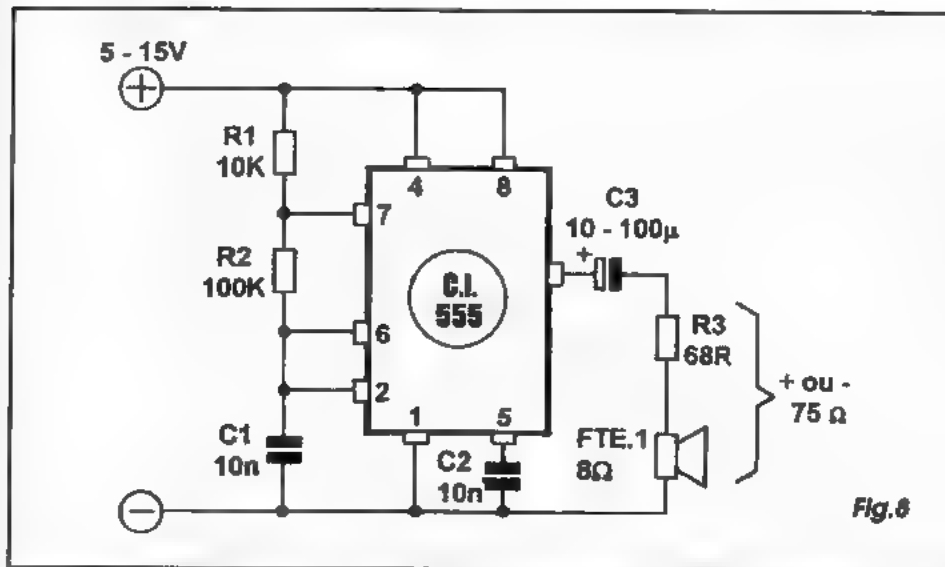
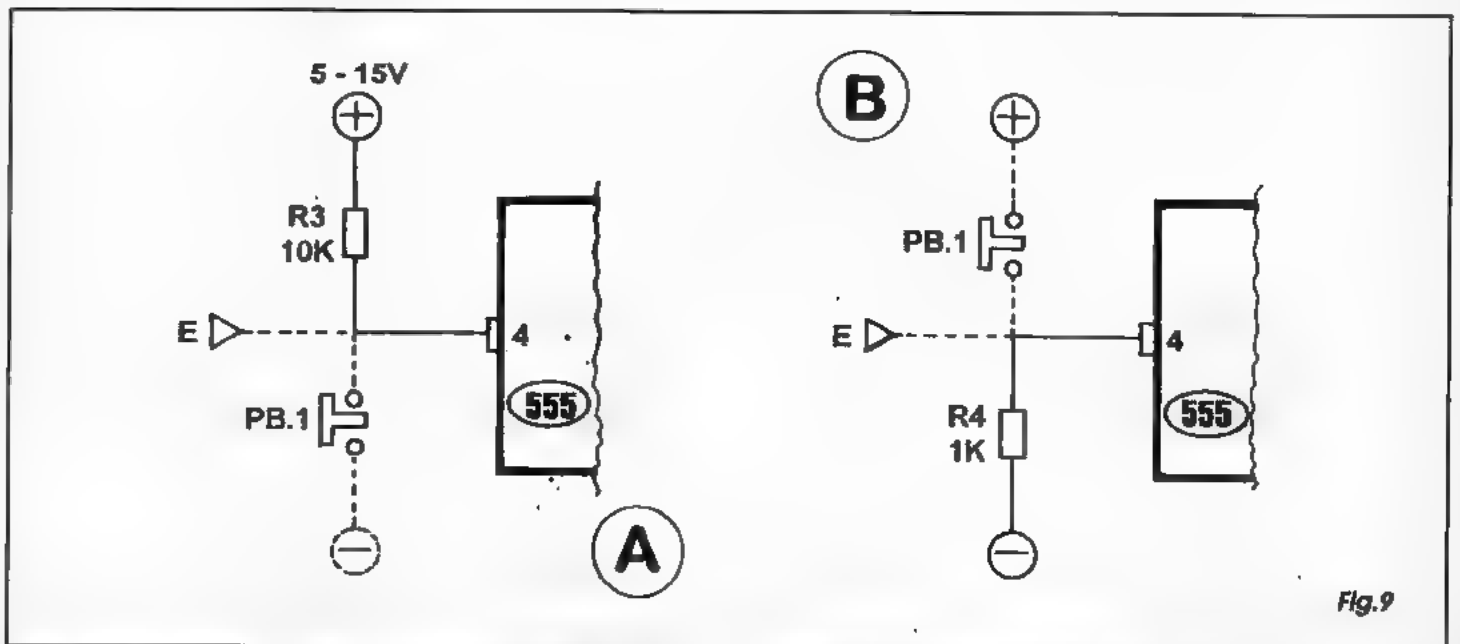
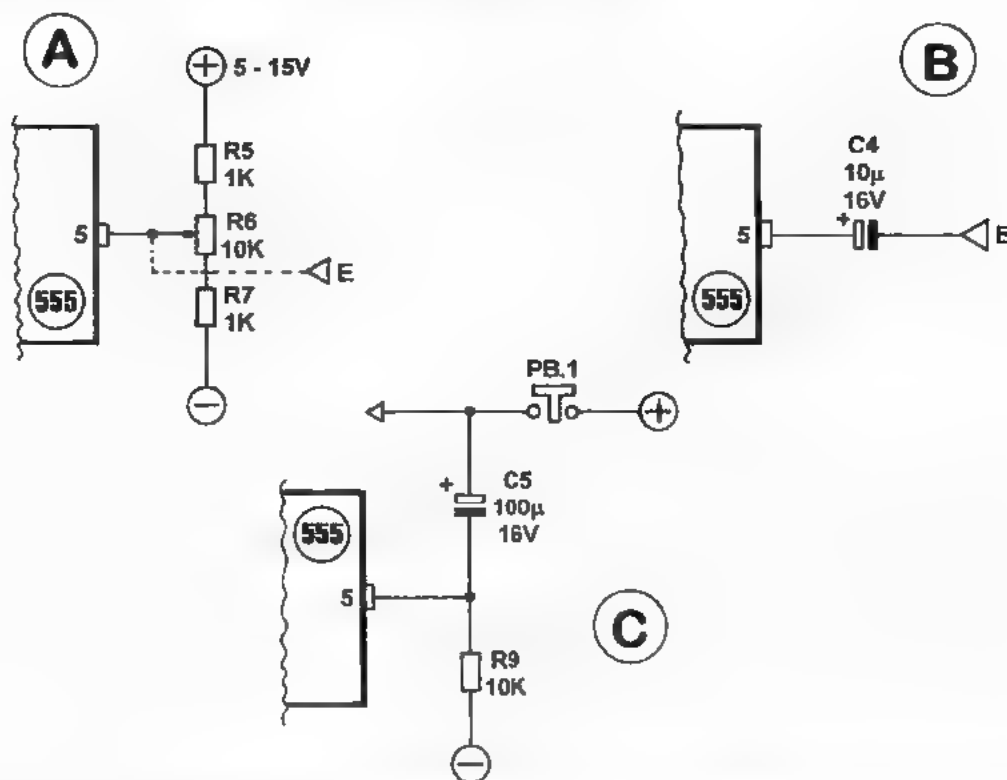

Fig. 8
Fig. 9
Fig. 10
- **FIG. 8** - Com a possibilidade de se aplicar integrados de baixo custo aos circuitos mais simples, a elaboração de geradores diretos de som, desde os mais elementares até os mais sofisticados ficou ao alcance do estudante e do hobbysta, num grau de facilidade nunca antes alcançado! As montagens resultam grandemente simplificadas, sintetizadas, reduzidas em componentes e ligações... Um circuito já *tradicional* no gênero é o mostrado, com um integrado 555 na sua função de *astável*... Detalhes técnicos e teóricos do circuito já foram vistos pelo caro leitor/aluno na distante *aula* do ABCDE que tratou justa-
- FIG. 9 - O 555, através do seu pino 4 (que não foi visualmente mencionado no diagrama básico anterior...) pode ter sua função osciladora controlada ou até (crucamente...) *modulada*, com relativa facilidade! No item A vemos um arranjo simples no qual pressionando-se PB1 (um *push-button* Normalmente Aberto) a oscilação pára, ou seja: o som que estava presente na saída do circuito cessa, assim permanecendo enquanto durar a pressão sobre o *push-button*. Notar que é possível também um controle totalmente eletrônico, já que um nível de tensão próximo de zero volt (ou seja: em potencial próximo ao da linha do **negativo** da alimentação) aplicado ao ponto E inibe a oscilação, enquanto que um nível de tensão próximo ao **positivo** da alimentação (+5 a +15 V), aplicado ao mesmo ponto, autoriza a geração do sinal sonoro. Já no arranjo mostrado no item B da figura, a condição prévia é invertida: a oscilação *apenas ocorre* quando o interruptor PB1 está pressionado, ficando proibida enquanto o dito *push-button* permanecer *solto*... Num controle puramente eletrônico, se for aplicado ao ponto E um nível correspondente ao **positivo** da alimentação, o som surge, enquanto que, aplicando-se ao dito ponto um nível de tensão próximo a zero volt, a oscilação cessa, assim permanecendo enquanto durar o sinal, inibidor ou autorizador aplicado ao tal terminal de controle E... Observar que nos dois itens da FIG. 9, estamos pressupondo que o restante do circuito está como no esquema básico (FIG. 8).
- **FIG. 10** - Nos arranjos das figuras anteriores, uma modulação *crua*, tipo tudo ou nada, pode ser obtida pela aplicação de um sinal em forma de onda quadrada ou retangular, composto de pulsos bem definidos... Entretanto, se uma real modulação for requerida, as alterações proporcionais de frequência podem ser obtidas pela aplicação de níveis de tensão ao pino 5 do 555 (caso em que, normalmente, não se coloca o capacitor C2 visto na **FIG. 8**). No item **A** vemos que esse nível de *tensão de controle* tanto pode ser aplicado através de um divisor, no caso formado pelos resistores **R5** e **R7**, mais o potenciômetro **R6** (através do qual torna-se prática a variação manual do dito nível de controle...), quanto por um sinal (nível) externo ao ponto **E**, proveniente de qualquer outro arranjo circuitual ativo ou passivo, capaz de gerar ou oferecer tensões entre o *zero* e o equivalente ao *positivo* da linha de alimentação do oscilador... O item **B** mostra uma forma simples de se aplicar modulação de frequência num oscilador básico com 555 (sempre supondo que o arranjo básico do dito oscilador está como na **FIG. 8**...). Através do capacitor **C4** o pino 5 do integrado pode receber - por exemplo - um sinal oscilatório externo, normalmente de frequência *menor* do que a nominal no circuito do 555, que modulará, influenciará, a frequência bá-
sinais produzidos pelo 555, ao alto-falante. No caso, um transformador de saída, do tipo normalmente usado em circuitos transistorizados, executa o casamento de impedâncias (super-importante para o bom aproveitamento e baixa distorção, conforme já aprendemos em aulas anteriores da presente série...). O capacitor C4 faz o trabalho de bloqueio de C.C. (igual à função do componente em semelhante posição, na FIG. 8). Nesse tipo de arranjo torna-se desnecessário o resistor limitador em série com a carga, com o que podemos reaver a parte da potência perdida nos acoplamentos mais simples, já mostrados... Um lembrete final: em todos os exemplos típicos até agora mostrados, especialmente considerando os circuitos com 555, a tensão geral da alimentação deve ficar dentro dos parâmetros aceitos pelos componentes (5 a 15 V, para o 555) e, de um modo geral, a potência sonora final obtida é sempre proporcional a essa tensão de alimentação... A velha Lei de Ohm diz que uma voltagem maior força a passagem de uma corrente também maior sobre uma resistência fixa, e como a potência é função tanto da corrente quanto da tensão...